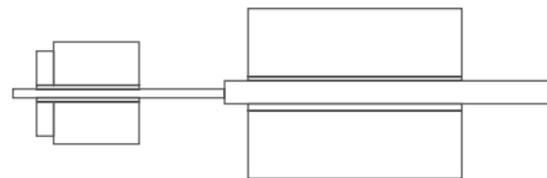

Figura 7-3 Comparación de dos formas de sujeción de fibra
- Los extremos del recubrimiento de fibra deben presionarse contra el borde del holder, tal como la forma de sujeción correcta que se muestra en la Figura 7-3.